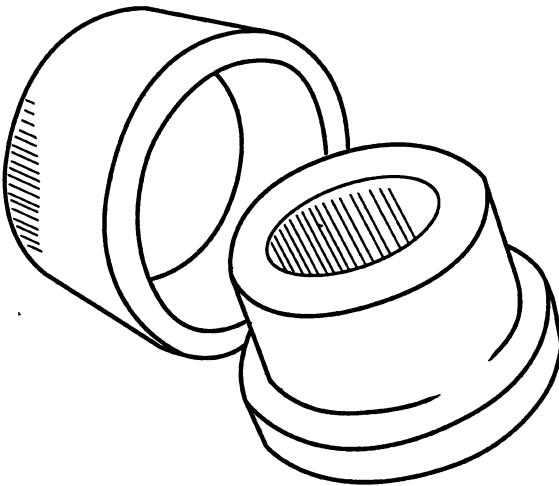

Рис. 17. Парные насадки
- парные насадки с тефлоновым покрытием, которые крепятся к нагревательному элементу и нагревают одновременно две свариваемые детали. Насадки выбираются такого же диаметра, как и свариваемые изделия (рис. 17);